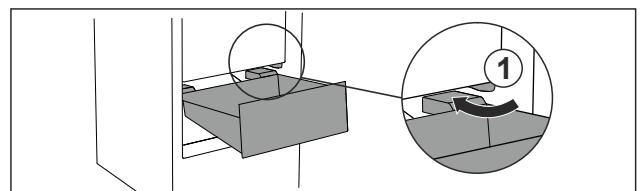

Fig. 69
- Guider le tiroir en biais en contournant les butées Fig. 69 (1).